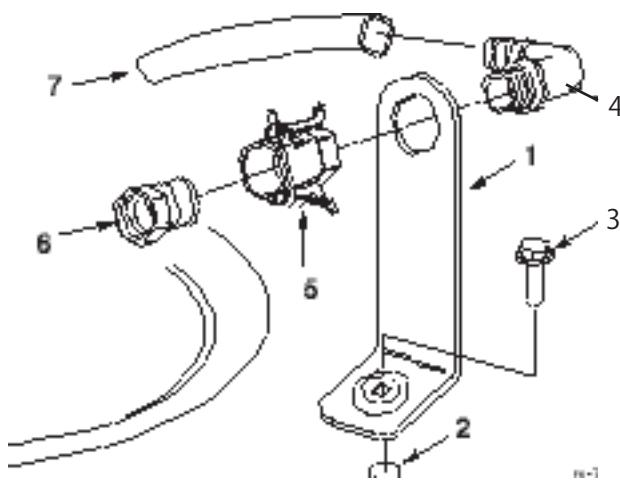

図2
- タンクに開けてあるネジ穴に合わせて補給口ブラケットをセットし、フランジヘッド・ボルト (5/16 x 3/4 インチ) で固定する(図2)。
2. 90度エルボのネジ切りしている側をブラケットに通し、クイック・カップラでブラケットに固定する(図2)。
3. クイック・カップラにホース・アダプタを取り付ける(図2)。
4. カップラについているレバーをアダプタ側に倒してロックし、ヘアピンコッターで固定する(図2)。
5. 90度エルボに逆流防止ホースを取り付ける(図2)。